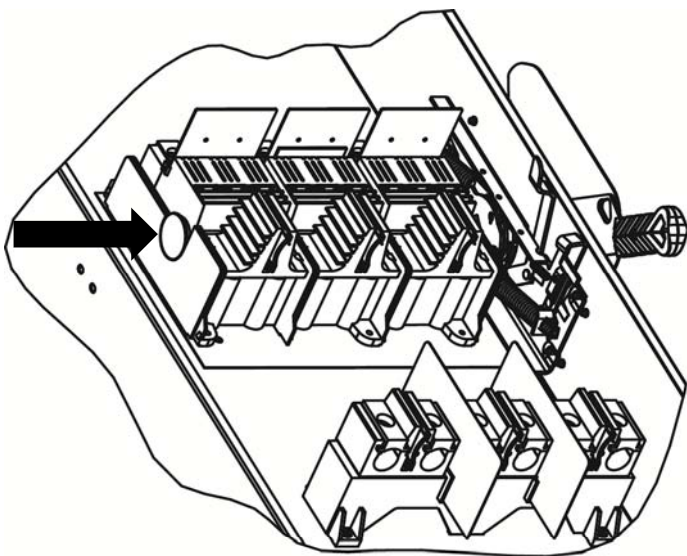

Fig. 11
7. Faire glisser le nouvel ensemble de base de ligne vers le mécanisme. Insérer l'extrémité du rotor dans le mécanisme jusqu'à ce que les trous de montage de la base de ligne soient alignés, tel qu'illustré aux Fig 11 et 12.